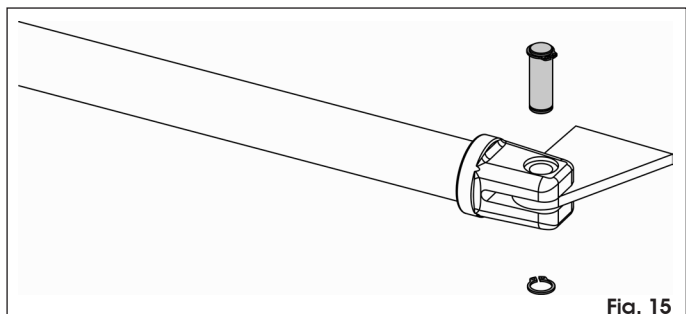

Fig. 15
7. Monteer de voorste beugel met behulp van de bijgeleverde pennen en elastische ringen (Fig. 15).